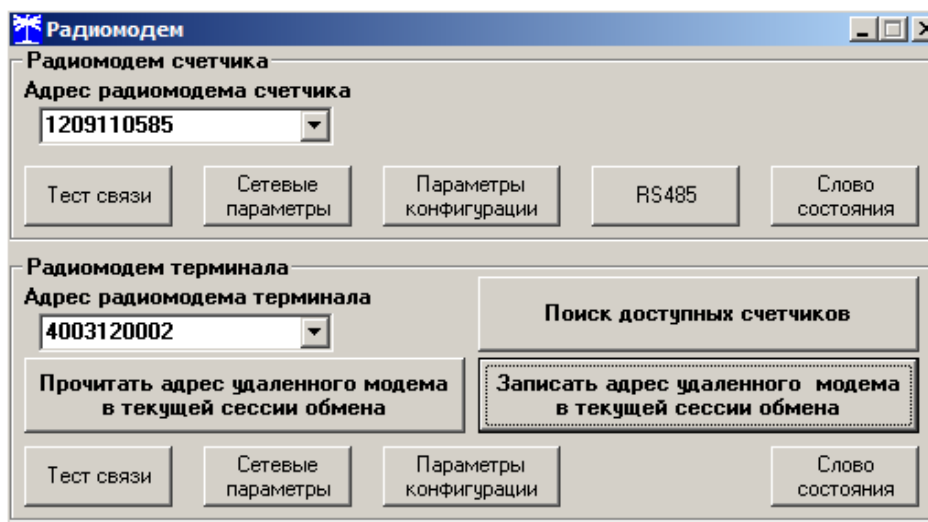

Рисунок 3 - Форма «Радиомодем»
- нажать кнопку «Тест связи» (с радиомодемом счетчика) в группе элементов «Радиомодем счетчика» (рисунок 3);
5.3.2 Процедура поиска инициируется конфигуратором посредством формы «Доступные счетчики», вид которой приведен на рисунке 5. Процедура поиска возможна только при известном пароле доступа на запись радиомодема. Вызов формы производится по кнопке «Поиск доступных счетчиков», расположенной на поле генеральной формы «Радиомодем» (рисунок 3).
5.3.4 Для дальнейшей работы с каждым найденным счетчиком, его идентификатор (серийный номер) нужно переписать в окно «Адрес радиомодема счетчика» формы «Радиомодем» (рисунок 3) и нажать кнопку «Записать адрес удаленного модема в текущей сессии обмена».
5.4.1 Конфигурирование радиомодема производится посредством формы «Параметры конфигурации радиомодема терминала». Вызов формы производится по кнопке «Параметры конфигурации», расположенной в группе элементов «Радиомодем терминала» формы «Радиомодем» (рисунок 3). Вид формы приведен на рисунке 6.
6.1.2 Проверку отсутствия внутренних ошибок производить в процессе работы путем чтения слова состояния радиомодема. Чтение слова состояния радиомодема производится по кнопке «Слово состояния», расположенной в группе элементов «Радиомодем терминала» (рисунок 3). Результат чтения отображается в модальном окне конфигуратора, вид которого приведен на рисунке 7. Перечень ошибок и способы их устранения приведены в приложении Б.